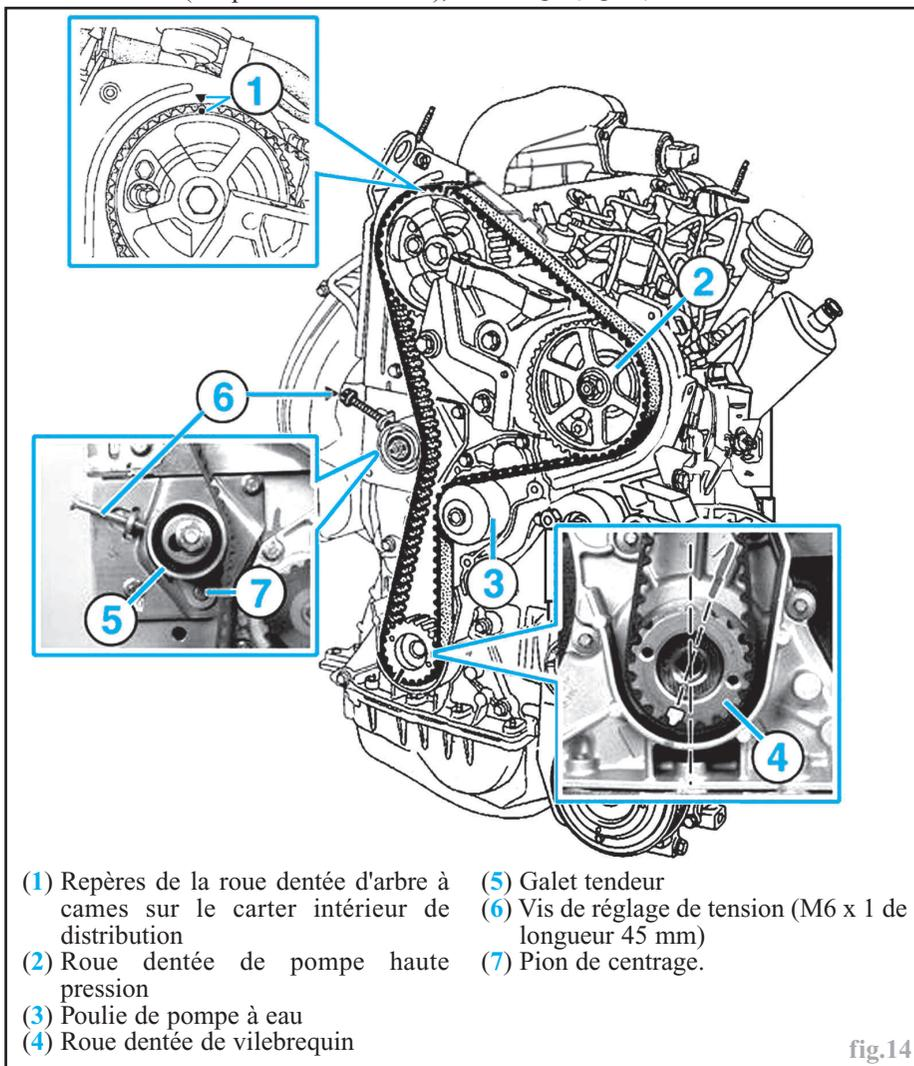

fig.14
- Tourner le vilebrequin dans son sens normal de rotation jusqu'à ce que le repère de la roue dentée d'arbre à cames se trouve une 1/2 dent avant le repère gravé sur le carter intérieur de distribution (1) (fig.14).
- Continuer à tourner le vilebrequin dans son sens de rotation pour enfoncer la pige dans celui-ci, dès que le repère de la roue dentée d'arbre à cames est aligné avec celui du carter de distribution (1) (fig.14).
- Desserrer l'écrou de fixation du galet tendeur (5) et ramener celui-ci vers l'arrière afin de détendre la courroie (fig.14).
- S'assurer que le moteur soit au point de calage (fig.14) :
- le galet tendeur (5) en l'engageant sur le pion (7) (fig.14),
- la courroie neuve en respectant son sens de défilement repéré par des flèches et en alignant ses repères avec ceux des roues dentées d'arbre à cames (1), de pompe haute pression (2) et de vilebrequin (4).
- Tendre la courroie en agissant sur la vis rapportée sur le support du galet tendeur (6) jusqu'à l'obtention de la valeur de tension de **90 ± 3 Hz** (fig.14).